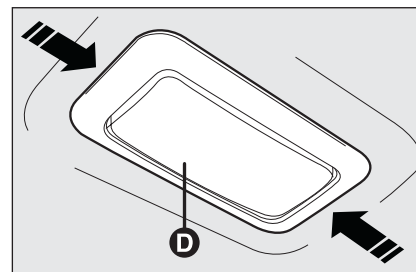
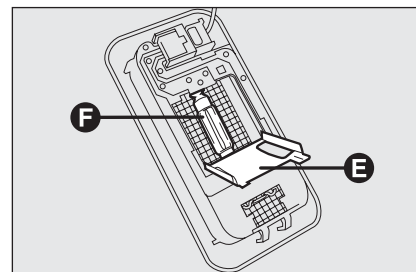

Рис. 31
Рис. 32
- воздействуя на места, указанные на рисунке стрелками, снимите светильник **D** (рис. 31);
- снимите защитную крышку **E** (рис. 32);
- замените лампу **F** (рис. 32); убедитесь, что новая лампа надежно закреплена между контактами;
- закройте крышку **E** (рис. 32) и установите светильник **D** (рис. 31) на место, вдавив его в гнездо до упора.